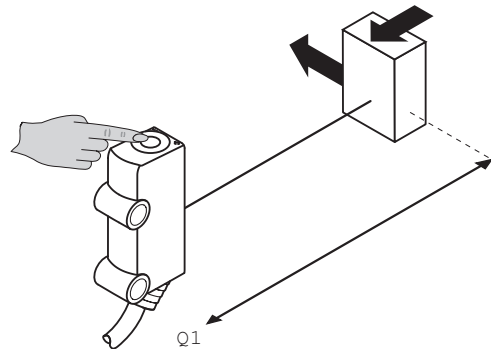

Figura 40: Ajuste de la distancia de conmutación
- 1 Colocar el objeto a la distancia deseada en la trayectoria del haz del dispositivo (observar la distancia de conmutación mín. y máx., véase figura 40, página 113).